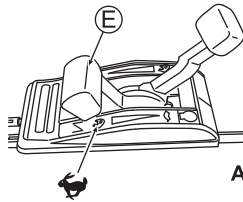

Abb. 16
- 2 Stellen Sie den Gashebel (E) auf "STOP", um mit dem Mähen zu beginnen. (Siehe Abb. 16)